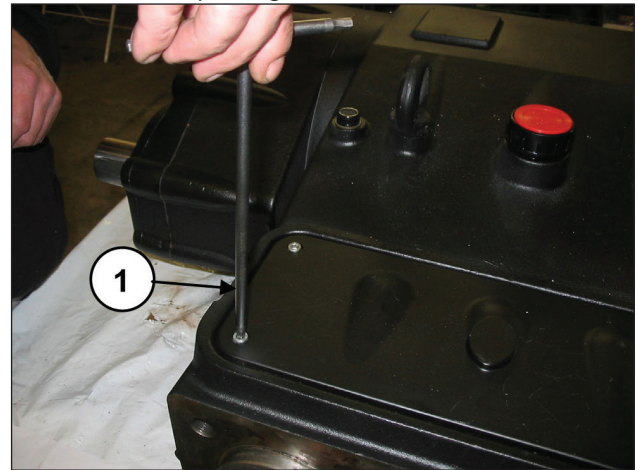

Fig. 122
Déposer le couvercle d'inspection supérieur en desserrant les 4 vis de fixation (rep. ①, Fig. 122).